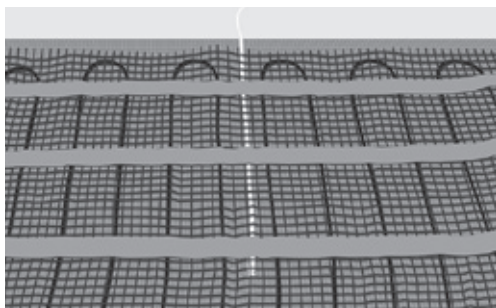

Fig. 7. Placér røret/føleren mellem kablerne
11. Placér og fastgør tomrøret eller gulvføleren. Sørg for at placere røret/føleren mellem to varmekabler (fig. 7) og forsegl enden af røret.